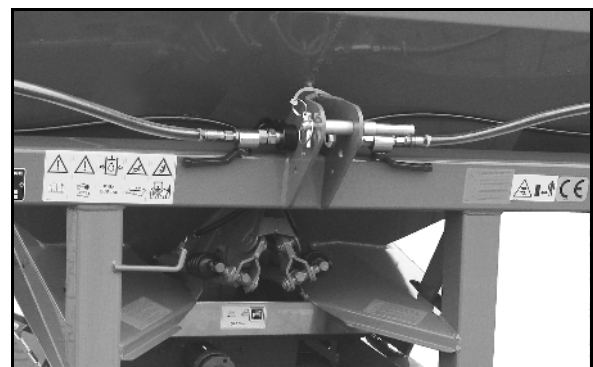

Bild 26
2. Gör rent växellådans ingående axel (Bild 26/1).
4. Skruva ut stoppskruven (Bild 26/6).
5. Vrid skyddstratten (Bild 26/2) till monteringsläget (Bild 26/7).
7. Lossa låsmuttern (Bild 26/3) i ledgaffeln från friktionskopplingen (till dess att gängstiftet inte längre skjuter ut över låsmuttern), dra ut insexgängstiftet (Bild 26/4) och kontrollera om anslutningsgaffeln lätt kan skjutas upp på drivaxeln.
Se till att passkil (Bild 26/5) täcks ordentligt!
9. Säkra kraftöverföringsaxeln mot axialförskjutning. Dra åt gängstiftet ordentligt med insexnyckel och kontra med mutter (Bild 26/3).
2. Lossa låsmuttern (Bild 26/3) i ledgaffeln från friktionskopplingen. Dra ut gängstiftet (Bild 26/4).